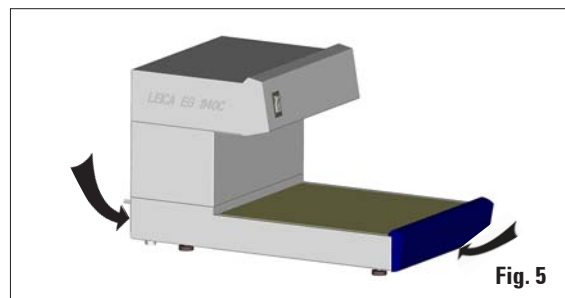

Fig. 5
Per sollevare il dispositivo, afferrarlo sulla parte anteriore della piastra di base e sul retro della base dell'alloggiamento (freccie in fig. 5), estrarlo dall'imbottitura sagomata (4) e collocarlo su un robusto tavolo di laboratorio.